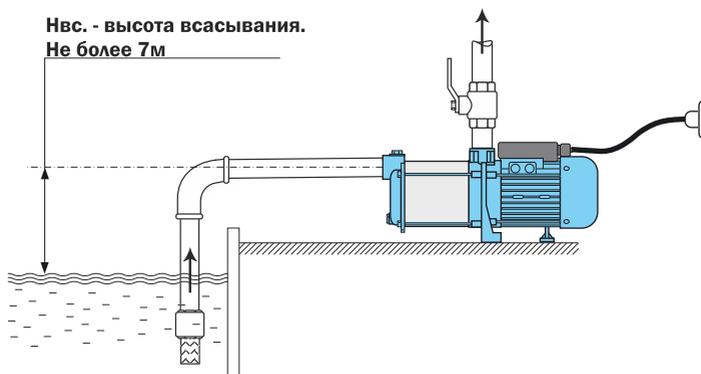

рис. 1
- **Всасывание из источника, расположенного ниже уровня установки насоса (колодец, скважина, открытый водоем). Рис.1**